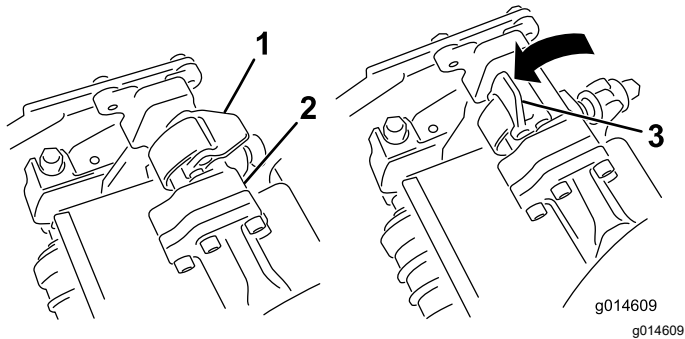
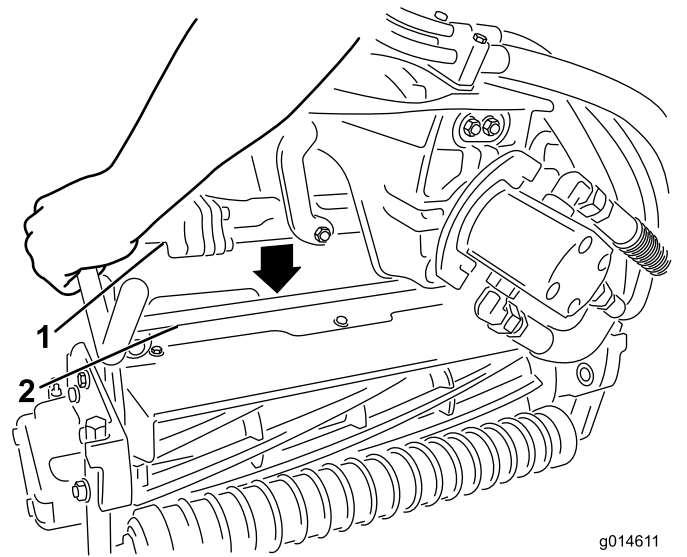

Bild 52
Bild 53
4. Öffnen Sie die Verriegelungen an der Aufhängearmstange (Bild 52) und drücken Sie den Aufhängearm nach unten, damit die Stange über beide Neigungsarme am Mähwerk liegt und stellen Sie sicher, dass die Verriegelungen unter die Querstange des Mähwerks greifen (Bild 53).
5. Drücken Sie die Riegel nach unten um die Mähwerkstange herum und arretieren sie (Bild 52).
6. Öffnen Sie die Riegel an der Aufhängearmstange des Mähwerks, das Sie entfernen möchten (Bild 52).